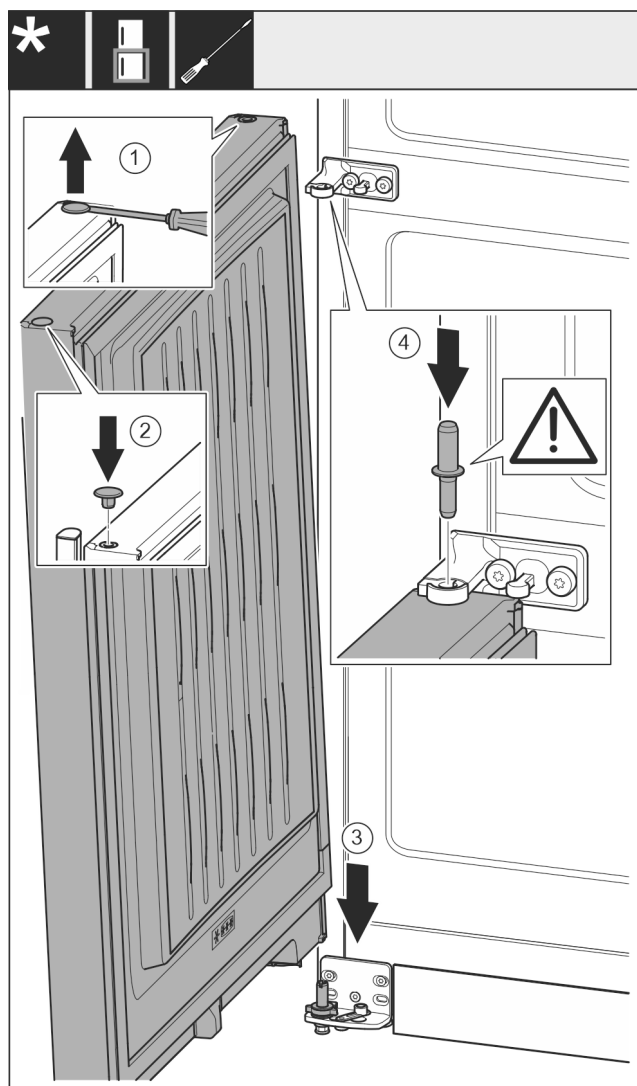

Fig. 17
- Soulever délicatement le bouchon avec un tournevis plat et le sortir. Fig. 17 (1)
- Remettre en place le bouchon de l'autre côté de la porte. Fig. 17 (2)
- Mettre la porte par le haut sur l'axe de palier inférieur. Fig. 17 (3)
- Mettre en place l'axe de palier du milieu à travers le support de palier du milieu dans la porte inférieure. Veiller à ce que l'ergot d'enclenchement soit orienté en arrière. Fig. 17 (4)